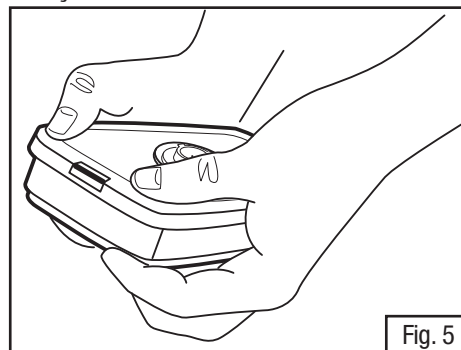

Fig. 5
2. Engate o encaixe traseiro apertando a lateral de trás do cartucho e o adaptador juntos, usando a mesma posição das mãos. Deve ser escutado um clique quando cada encaixe for engatado. (Fig. 5).